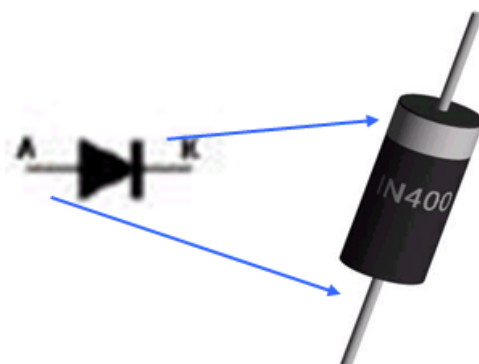

Figura 1: Símbolo del diodo de unión y su presentación comercial
Los diodos tienen polaridad, es decir, funcionan de manera distinta según como sean conectados, a diferencia de las resistencias. Sus dos terminales reciben el nombre de ÁNODO(A) y CÁTODO(K). En un diodo comercial el cátodo se indica con una banda que rodea el encapsulado o con una forma especial, tal como se muestra en la Figura 1.